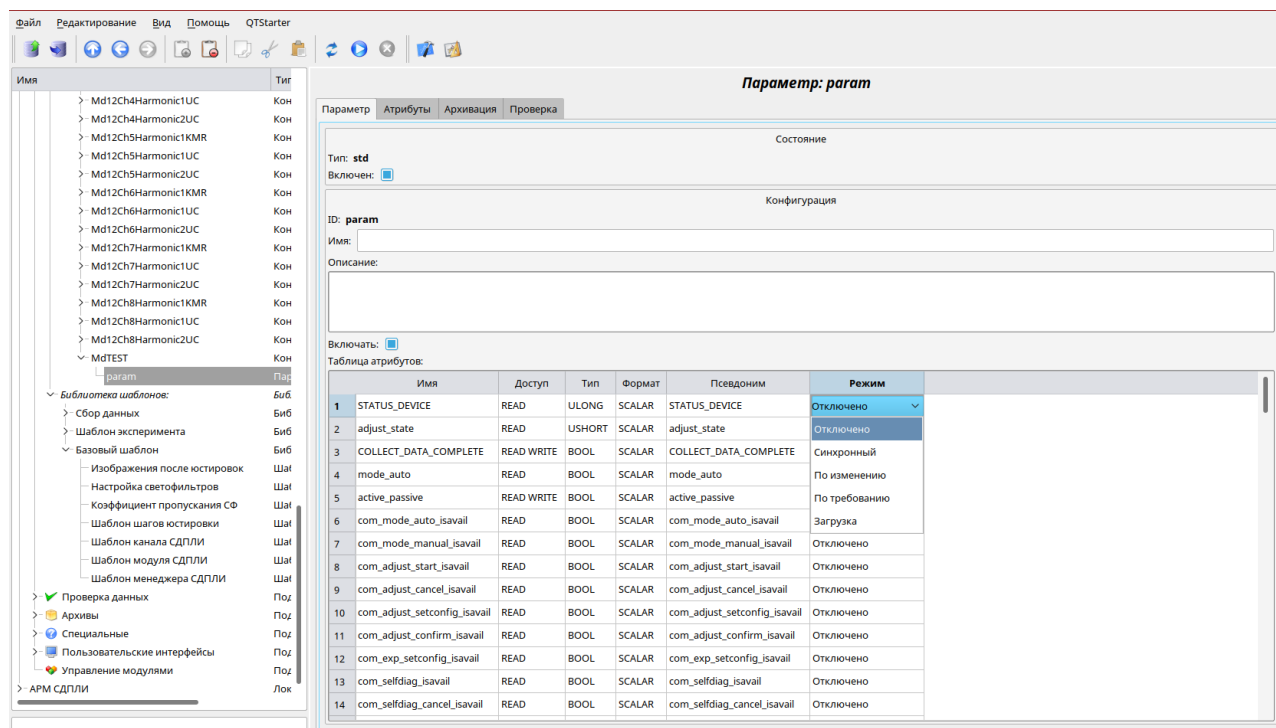

Рисунок 74
- Конфигурационным полем параметра данного модуля (рисунок 74) является таблица атрибутов. При включении контроллера список возможных для обработки атрибутов загружается из устройства TANGO. Четыре первых колонки таблицы содержат информацию об атрибуте: имя атрибута, доступ к атрибуту, тип данных и формат данных. Эти конфигурации нельзя изменять, они необходимы модулю TANGO для корректной обработки данных атрибутов. Колонки псевдоним и режим позволяют выбрать идентификатор атрибута и режим взаимодействия с устройством: “Отключен” – устройство не опрашивается, “Синхронный” - происходит периодический опрос устройства для получения данных с заданным периодом сбора, ”По изменению” - само устройство инициирует передачу данных при выполнении определенных условия заданных при его конфигурации; ”По требованию” – Скада сама инициирует считывание данных; ” Загрузка” – считывание данных только на момент сбора данных.